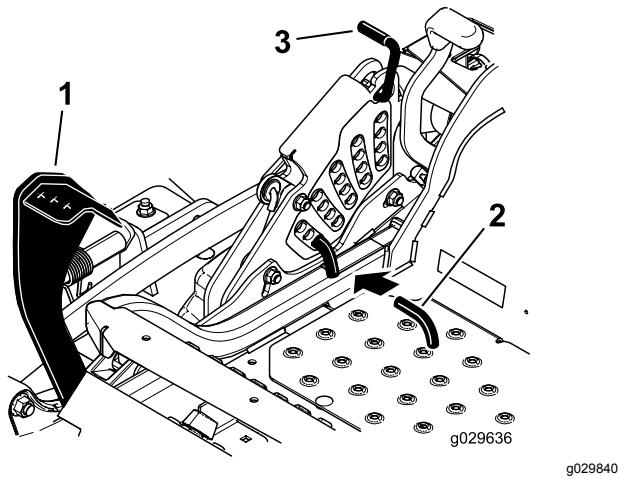

Figura 27
2. Pise el pedal de elevación de la carcasa y eleve la carcasa de corte a la posición de transporte (que es también la posición de altura de corte de 140 mm) según se muestra en **Figura 27**.
3. Para ajustar la altura de corte, gire el pasador 90 grados y retire el pasador del soporte de altura de corte (**Figura 27**).
4. Seleccione el taladro del soporte de altura de corte que corresponde a la altura de corte deseada, e inserte el pasador (**Figura 27**).